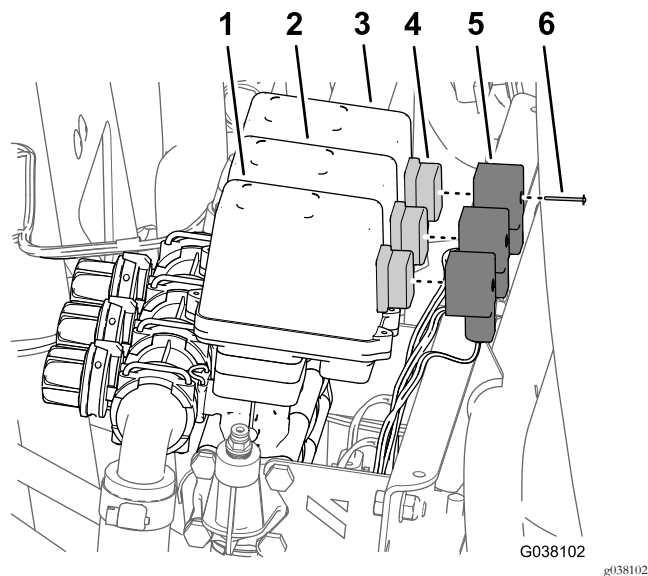

图6
1. 从右喷洒阀拧下固定带右喷洒阀标签的线束的3触点接头的螺丝图6。
2. 从喷洒阀卸下线束的3触点接头图6。